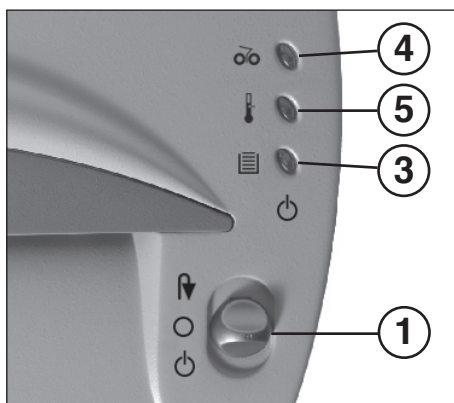

Рис. 1
- 1 = функциональный переключатель (рис. 1)
- 3 = Контрольная лампочка (рис. 1)
- 4 = Контрольная лампочка (рис. 1)
- 5 = Контрольная индикация (рис. 1)
- Переведите функциональный переключатель (1) (рис. 1) в положение . Загорается контрольная лампочка (3) (рис. 1) (зелёный).
Следите за тем, чтобы прибор в ночное время был выключен с помощью функциональный переключатель (1), (рис. 1). Переведите функциональный переключатель в положение "О".
- Загорается контрольная индикаторная лампочка (4) (рис. 1).
- Сначала переведите функциональный переключатель (1) (рис. 1) в положение «I» (загруженный материал выходит назад) и затем сразу в положение «О».
- Контрольная индикация (4) (рис. 1) погаснет.
- Вышедшую назад бумагу оторвите немного выше загрузочного отверстия и затем переведите функциональный переключатель (1) (рис. 1) в положение «I».
- Переведите функциональный переключатель (1) (рис. 1) в положение «I».
если происходит перегрузка двигателя, то он отключается. Загорается контрольная индикаторная лампочка (5) (рис. 1). Выключите прибор с помощью функциональный переключатель (1) (рис. 1) (положение «О»). По истечении времени охлаждения 25-30 минут (в зависимости от температуры в помещении) Вы можете снова включать прибора.